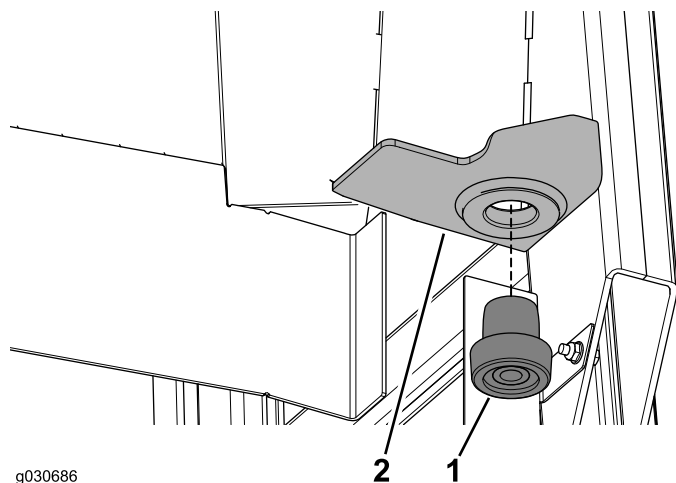

図 10
2. キャブフレームの右後マウントの穴にゴム製のアイソレータを挿入する 図 10。